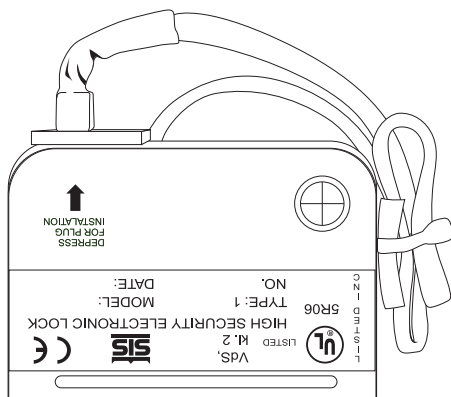

Abbildung 10
5. Sichern Sie alle Kabel mit Kabelbindern um zu verhindern, dass diese mit beweglichen Teilen in Berührung kommen (Abbildung 10).